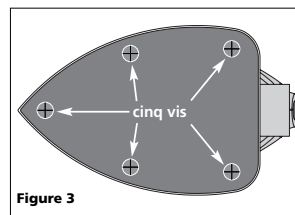

Figure 3
Débrancher l'outil. Retirer les cinq (5) vis (voir la figure 3) et retirer la plaque. Insérer la nouvelle plaque de presse. Insérer les cinq (5) vis - **NE PAS TROP RESERRER.**